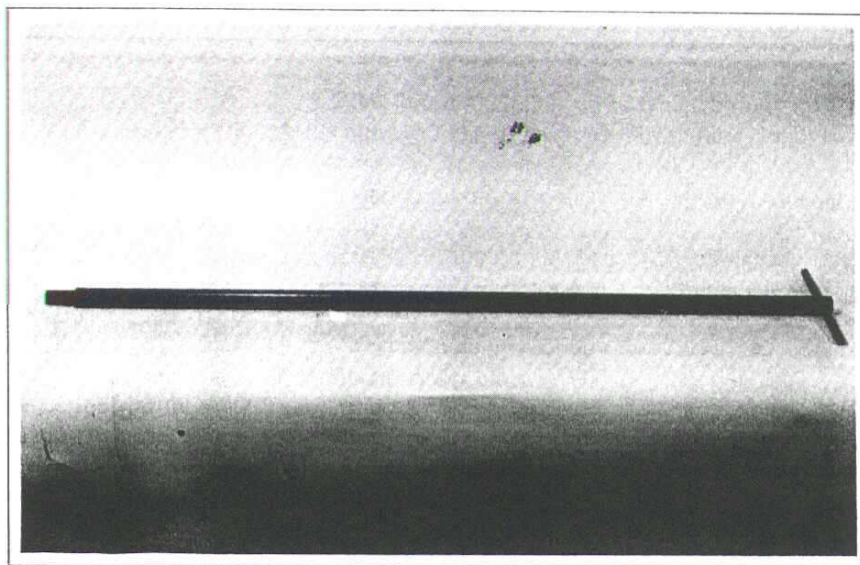

Fig 2-7. Sacador do calço
g. **Sacador do Calço (ou Extrator)** (Fig 2-7) — é um tubo de aço com rosca numa das extremidades e uma barra transversal na outra. Serve para introduzir ou retirar o calço no tubo do Mrt 4,2''.